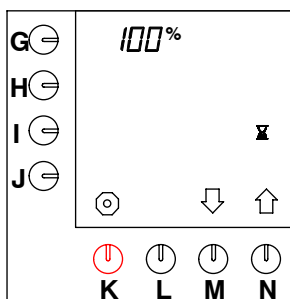

Fig. 36 Tempo di pausa al 100%
- Premere il tasto di selezione (N.) ↑ fino a che sullo schermo viene visualizzato quanto illustrato nella fig. 36 .